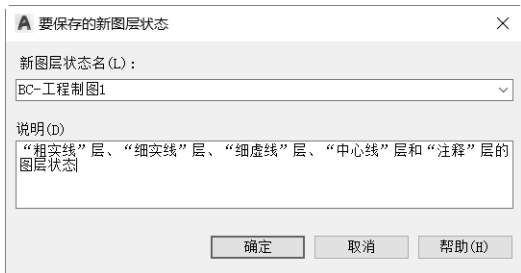

图 6-33 指定新图层状态名和说明
- 3 在“要保存的新图层状态”对话框中，输入新图层状态名或从列表选择一个名称，接着可以输入相关的说明信息，如图 6-33 所示，然后单击“确定”按钮。